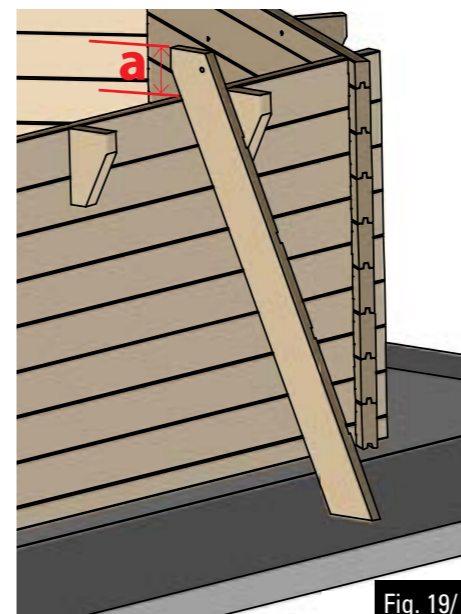

Fig. 19/ Abb. 19 / Afb. 19
- Cut the supports of the ladder checking the dimensions as shown in figure 19 at the bottom part of the stepladder support and saw off the part you do not need.
- Recoupez les limons de l'échelle en reportant la dimension a (figure 19) au bas du limon de l'échelle et sciez la partie a extraire.
- Beschneiden Sie die Treppenwangen unter Beachtung der Maße (Abb. 19) im unteren Teil der Treppenwange und sägen Sie den Teil, den Sie entfernen möchten, ab.
- Zaag de bomen van de trap op maat door te meten hoever hij uitsteekt (afbeelding 19) en teken een evenredig deel af op het onderste deel van de trapboom en zaag dat stuk eraf.